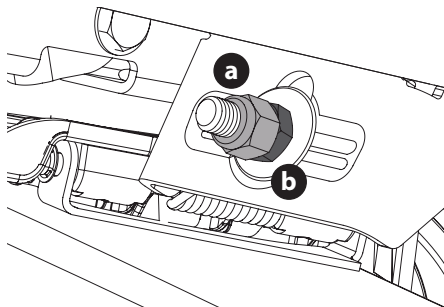

Figura 39
5. Para **elevar** el frente de la plataforma, extraiga la tapa de extremo, afloje la contratuercas exterior (a) y apriete (rosca hacia adentro) la tuerca interior (b) contra la ménsula de suspensión delantera (Figura 39). Una vez alcanzado el ajuste adecuado, vuelva a ajustar la contratuercas exterior (a) y vuelva a colocar la tapa de extremo.
6. Para **bajar** el frente de la plataforma, extraiga la tapa de extremo, afloje la contratuercas exterior (a) y afloje (rosca hacia afuera) la tuerca interior (b) alejándola de la ménsula de suspensión delantera (Figura 39). Cuando se logre el ajuste correcto, vuelva a apretar la contratuercas externa (a) hasta 57 pies-libras (77 N-m) y vuelva a colocar la tapa de extremo.